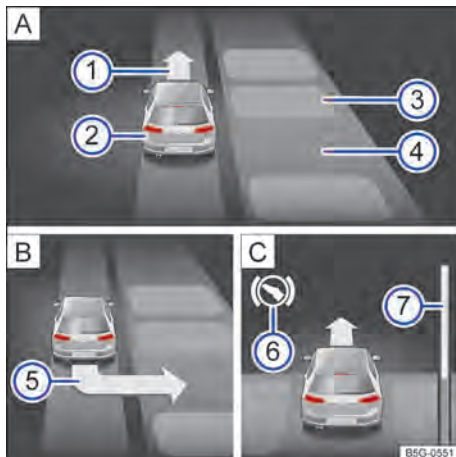

Fig. 115 No display do instrumento combinado: estacionar lado a lado. **A** Procurar uma vaga de estacionamento. **B** Posição para estacionar. **C** Manobrar.
- Estacionar ao aparecer no display do instrumento combinado a indicação de estacionamento → Fig. 115  → Página 153.
Legenda da → Fig. 115 (modo de estacionamento lado a lado com marcha a ré):
- Frear quando soar um alarme sonoro indicando para mudar de direção, acender a seta → Fig. 115 ① [A], acender o símbolo branco [S] ou mostrar uma mensagem.